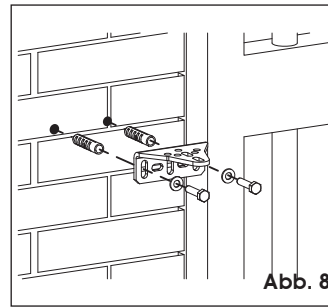

Abb. 8
1. Den festen Teil des hinteren Bügels unter Verwendung angemessener Befestigungssysteme an der zuvor festgelegten Position befestigen. Bei Eisenpfosten kann der Bügel direkt am Pfosten verschweißt werden (siehe Abb. 8 und 9).